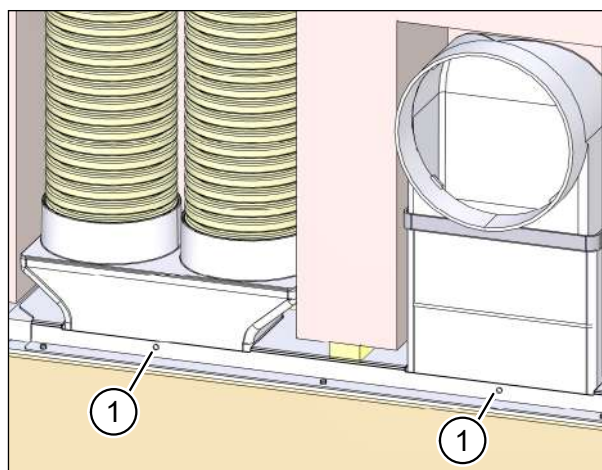

Fig. 30: Fissaggio degli allacciamenti per canale piatto / tubo flessibile nella cassetta a muro
Nella cornice intonaco ci sono due fori (pos. 1 nella Fig. 30) per fissare gli allacciamenti per canale piatto / tubo flessibile con rivetti ciechi alla cassetta a muro. Questi fori devono essere realizzati anche negli allacciamenti per canale piatto / tubo flessibile.
- ▶ Con il trapano da 3 mm perforare i fori della cornice intonaco (pos. 1 nella Fig. 30) negli allacciamenti per canale piatto o tubo flessibile.